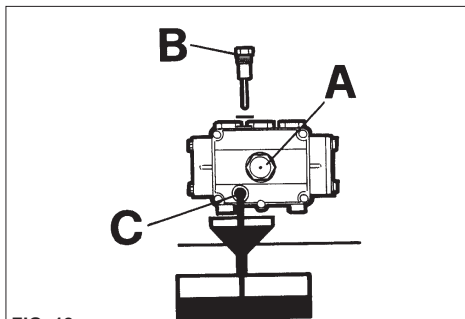

FIG. 18
- 2) Svitare il tappo con l'asta di controllo livello (fig. 18).